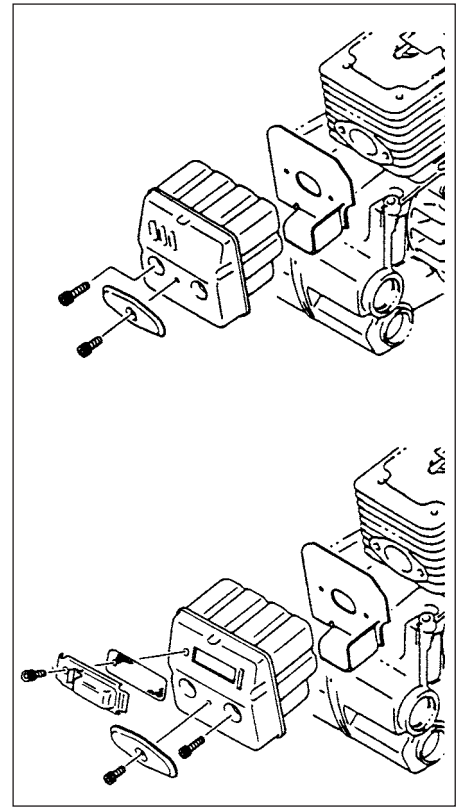

Fig.3-10
**Limpeza del silenciador (Fig. 3-10)**